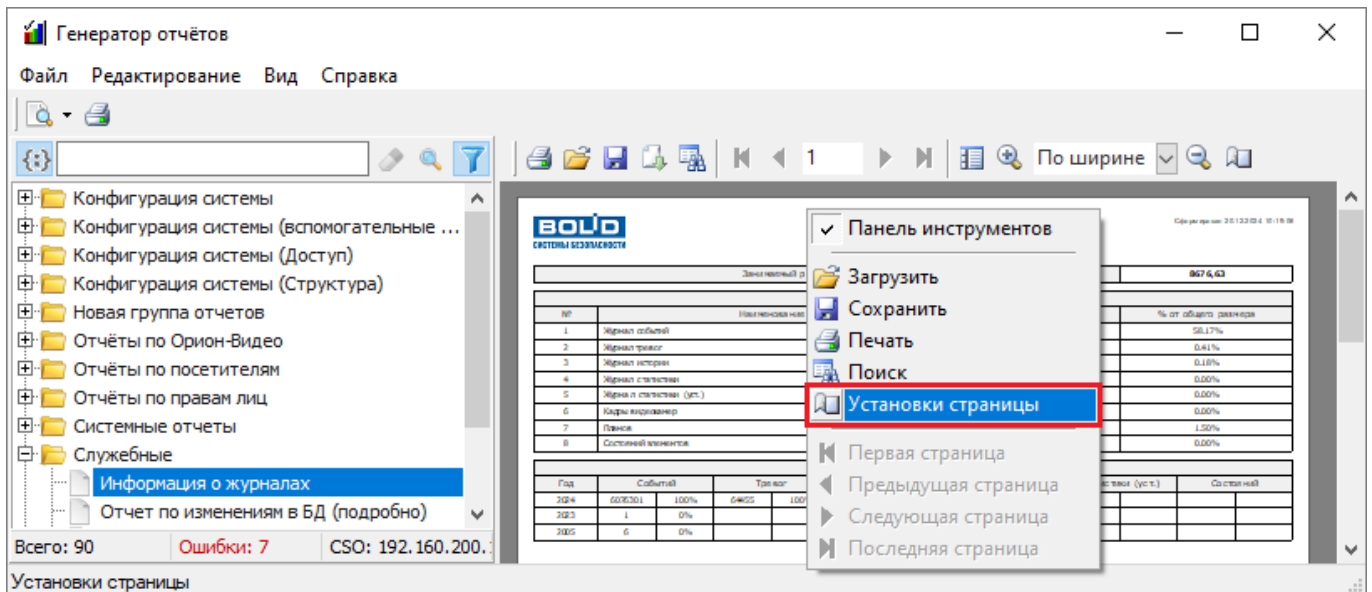

Рисунок 11-343 Вызов окна "Настройки страницы" через контекстное меню области предварительного просмотра
- выберите в контекстном меню области предварительного просмотра (см. п. 11.5.5.1) пункт «Установки страницы» (см. Рисунок 11-343).